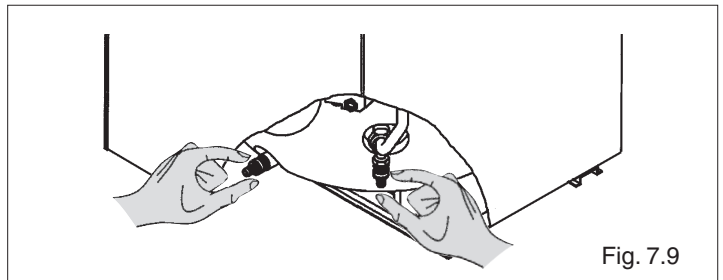

Fig. 7.9
- chiudere i rubinetti dell'acqua dell'impianto idrico (fig. 7.9).